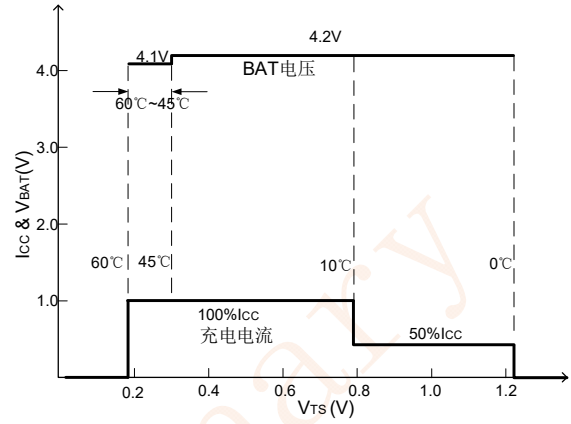

图 6-2 JEITA 功能
③JEITA 功能：规范如图 6-2 所示，IC 内部有 4 个温度阈值：0°C，10°C，45°C，60°C。检测到电池温度在 10°C 到 45°C 之间，充电器正常工作；在 0°C 到 10°C 之间，充电电流减为 50%*Icc；